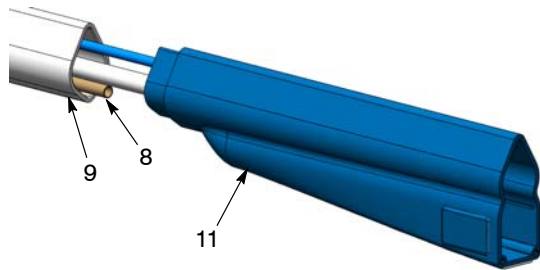
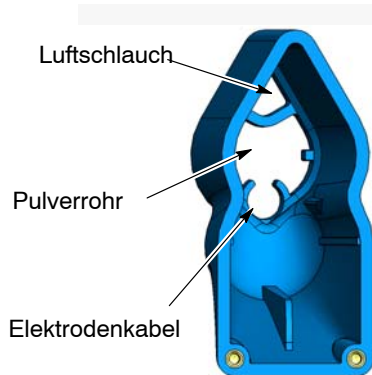

Abb. 40 Gehäuse vom Gehäuserohr abziehen
Abb. 41 Luftschlauch, Pulverschlauch und Elektrodenkabel durch das Gehäuse legen
4. Siehe Abbildung 40. Das Gehäuse (11) vom Gehäuserohr (9) abziehen, um die Kabelführung (8) freizulegen.
5. Siehe Abbildung 41. Das neue Elektrodenkabel wie gezeigt durch das Gehäuse legen und dabei den Spannungsvervielfacher in das Gehäuse führen, bis die Wärmesenke etwa 1 Zoll vom Ende des Gehäuses entfernt ist.
6. Siehe Abbildung 40. Das Ende des Kabels in die Kabelführung (8) stecken und durchstecken, dabei den Pulverschlauch und den Luftschlauch durch das Gehäuse führen, wie in Abbildung 41 gezeigt.